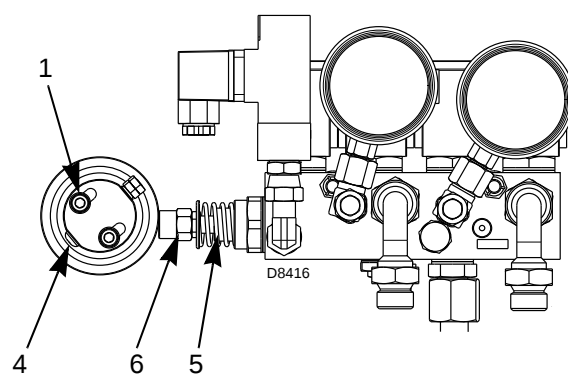

Fig. 27
Per far ciò occorre variare la lunghezza dell'alberino 5)(Fig. 27) agendo sul dado 6).
- 7 Eseguita questa prima regolazione, aumentare la potenza erogata tramite il selettore a ritorno automatico posto sul quadro di controllo. Arrestarsi dopo una rotazione di 15° del servomotore ed eseguire una nuova regolazione agendo sulla camma a profilo variabile dell'aria. Si consiglia di eseguire una taratura sufficiente a non creare fiamma fumosa ed arrivare al più presto alla potenza massima (corsa massima del servomotore 130°); tarare sull'eccentrico vite 4)(Fig. 27) la pressione sul ritorno per ottenere la potenza desiderata e richiesta dall'ugello per poi tornare a tarare i punti intermedi.